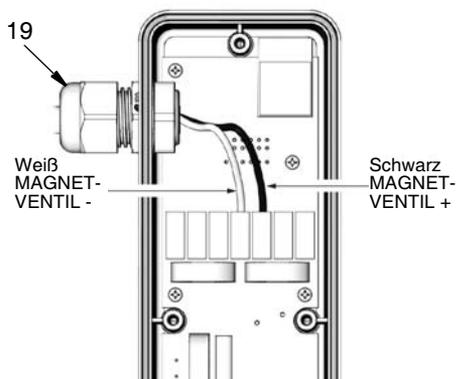

ABB. 35
5. Im PLS-Elektronikgehäuse (2) die Kabel Neutral (weiß) und Leitung (schwarz) von MAGNETVENTIL - (weiß) und MAGNETVENTIL + (schwarz) an der Klemmenleiste abziehen (ABB. 35).
6. Die Zugentlastung (19) lösen und das Kabel vollständig herausziehen (ABB. 35).